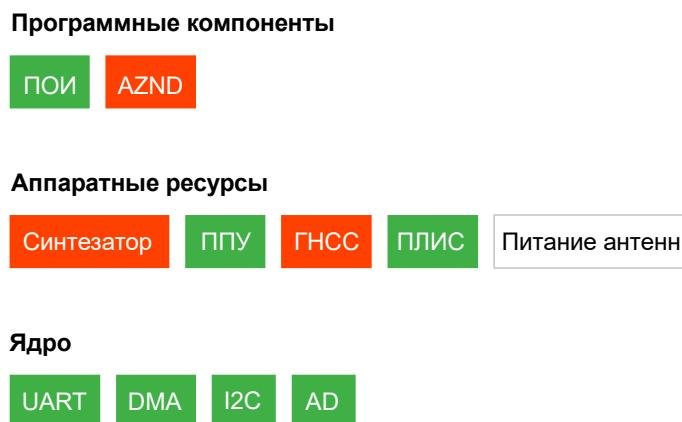

Рисунок 10
3.8.1. Индикаторы в рабочей области контроля аппаратных и программных модулей станции и пример их индикации приведены на рис. 10.